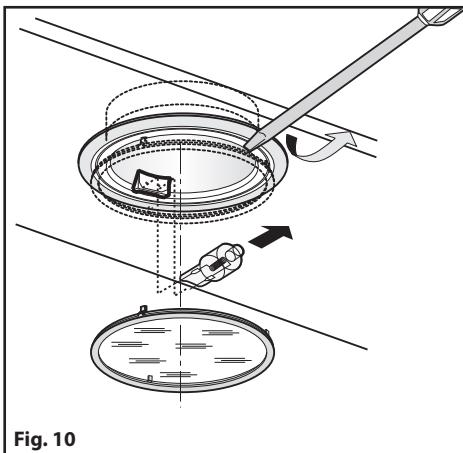

Fig. 10
• Remplacement des lampes halogènes (Fig.10).